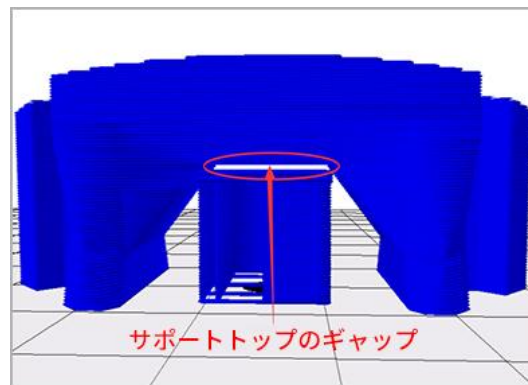

図 24, 図中の矢印は、サポートとモデルの隙間
(4)サポート上部とモデルのギャップ（単位 mm）：つまり、サポートの上部とモデルの表面との間の距離を図 24 に示します。数値が大きいほど間隔が大きくなり、サポートがはがれやすくなるが、数値が大きすぎるとサポートの効果が低下し、モデルにサポートを追加した部分はオーバーハングが生じます。数値が小さいほど、間隔が小さくなり、サポートがモデル表面から剥がれると、モデル表面に残留材料が存在し、モデル表面の滑らかさに影響します。値が 0 の場合、サポート表面とモデルがしっかり接続され、サポート表面の印刷材料とモデルが同じ材料であるとはがすことができません。デフォルト値は 0.18mm で、理想的には適切な値です。ユーザーはデフォルト値でテストを印刷し、実際の印刷状況に基づいて、このパラメータを上下に調整できるため、モデルはより優れたサポート効果を得ることができ、モデルを簡単に剥がしてより良いモデルを得ることができます。0.03 mm 間隔で増加または減少することをお勧めします。